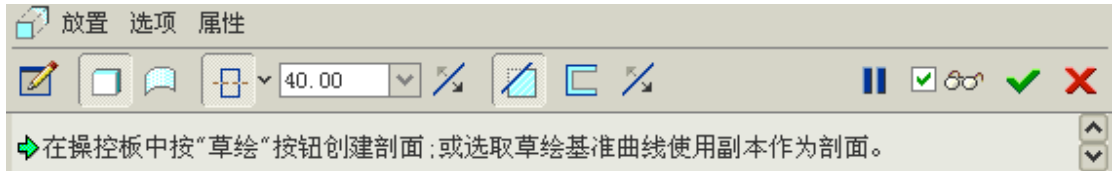

图 40-27
(1) 单击拉伸工具按钮，打开拉伸特征操控板，各选项设置如图 40-27 所示。